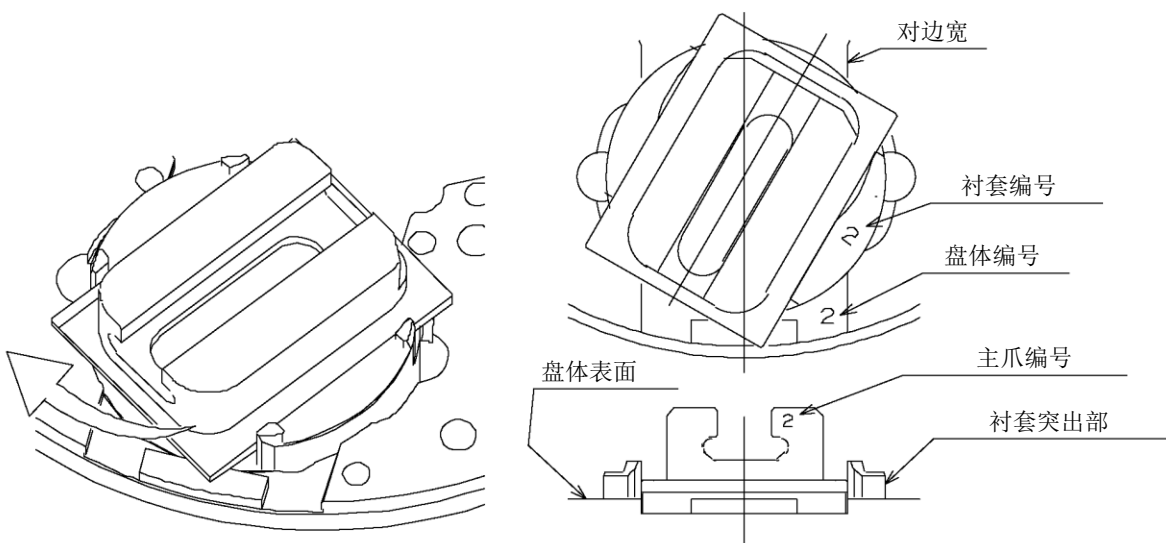

图 24
- ⑤ 将主爪从盘体的对边宽部略微拔出，挂在衬套的突起部，然后在转过 180°的位置，再次按入盘体的对边宽部。对所有主爪均进行上述作业。（图 24）难于拔出主爪时，可暂时装上卡爪将其抓住，即可变得简单。由于卡盘内部充满了润滑脂，拔出时可能需要较大的力。
- ⑥ 擦去盖罩、密封件及盘体表面（与盖罩的对合面）附着的切屑及润滑脂。
- ⑦ 确保盖罩表面标记的编号与主爪编号及方向一致，然后安装盖罩。注意防止嵌入密封件表面的 O 形环从槽中突出。若在突出的状态下安装盖罩，会损坏 O 形环。O 形环刮伤或损坏后，应及时更换。
- ⑧ 若感到注入盘体内部的润滑脂已减少，应进行加注润滑脂。
- 误将主爪拔出后应立即插入。插入时，应确保主爪编号与盘体及衬套编号一致。若编号不同，夹紧精度可能会下降。（图 24）